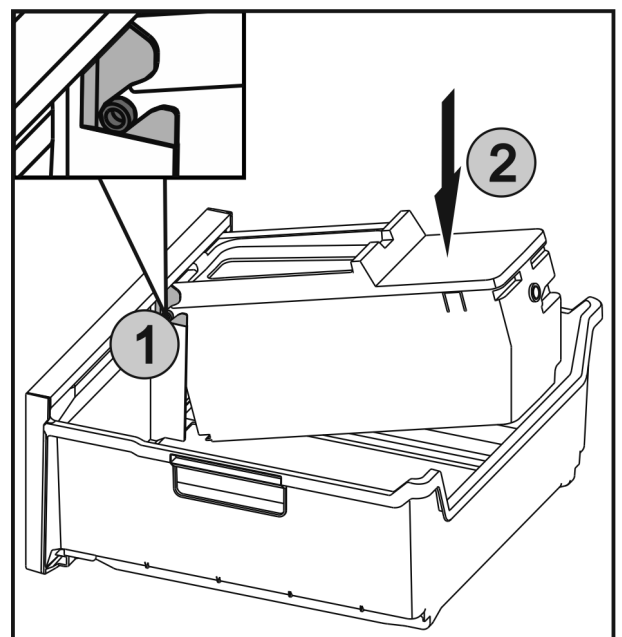

Fig. 83
- ▶ De assen *Fig. 83 (1)* van EasyTwist-Ice in de geleidingen schuiven en de achterste zijde *Fig. 83 (2)* erin drukken tot de lip vergrendelt.